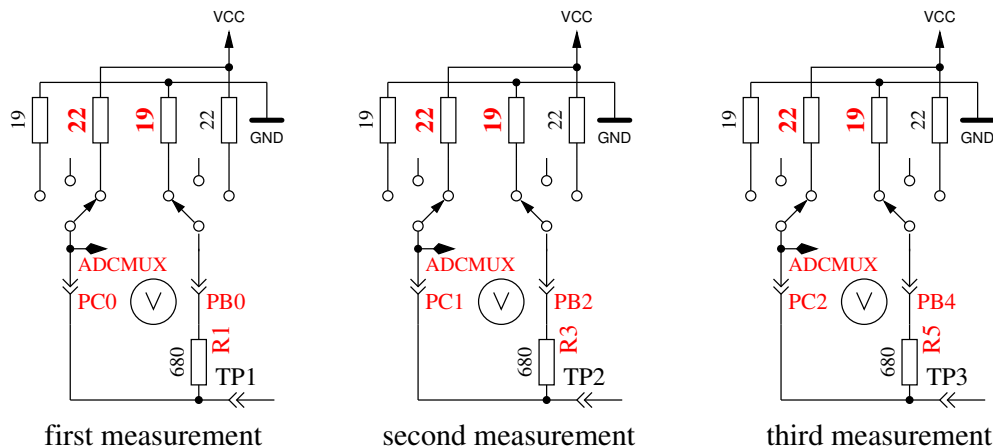

Abbildung 4.28: Messung des Innenwiderstandes des auf VCC geschalteten Port C Ausgängen.
8. **Messung des Innenwiderstandes von auf VCC geschalteten Port Ausgängen.** Der benötigte Strom wird von auf GND geschalteten 680Ω Widerständen geliefert. Der Text in der ersten LCD Zeile ist „Ri.Hi= (mV)“. In der zweiten Zeile des LCDs werden drei Spannungswerte angezeigt als Differenz zu VCC. Es ist die gleiche Messung wie die in Test 7 zur anderen Seite, wie in Abbildung 4.28 gezeigt wird. Mit folgenden Schritten können Sie den Innenwiderstand berechnen: Um den Strom zu berechnen: $(5001 - (\text{Ergebnis von Test 7}) - (\text{Ergebnis von Test 8})) / 680$. Sie können beide Widerstandswerte erhalten, indem Sie die jeweilige Spannung (Ergebnisse von Test 7 oder Test 8) durch diesen Strom dividieren.